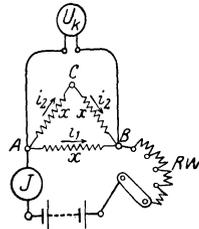

Abb. 17. Bestimmung der Widerstände bei Dreieckschaltung zu Aufgabe 76.
76. Drei gleiche Widerstände sind so miteinander verbunden, daß sie das Dreieck ABC bilden, wie Abb. 17 zeigt. Man mißt den zu den beiden Endpunkten A und B eingeleiteten Strom $J = 5 [4] \text{ A}$ und die an den Klemmen A und B herrschende Spannung $U_k = 10 [12] \text{ V}$.